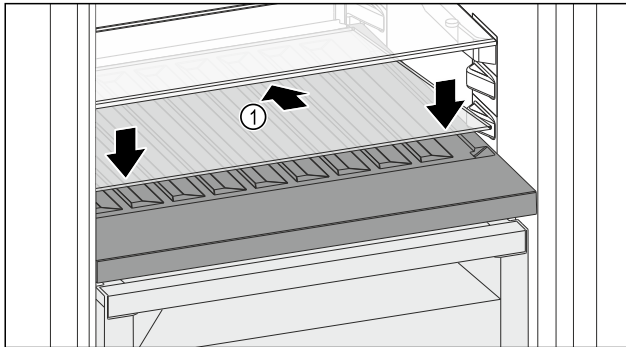

Fig. 136
- Glasplatte Fig. 136 (1) schräg und nach hinten unten geneigt ansetzen.
- Glasplatte Fig. 136 (1) vorne absenken.